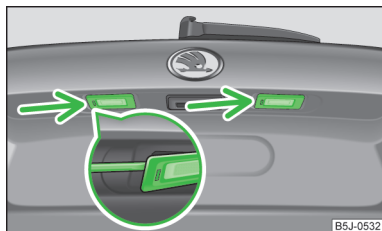

Abb. 161
- › Einen flachen Schraubendreher in die Öffnung im Pfeilbereich » Abb. 161 stecken und vorsichtig zur Mitte der Leuchte drücken, die Leuchte springt etwas heraus.